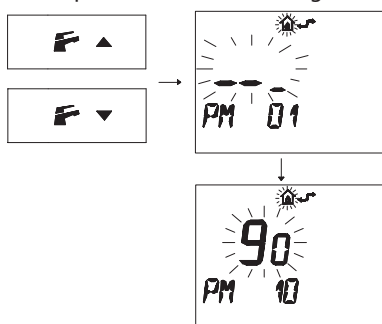

Figura 5.46
- Premere i pulsanti **F**▲ o **F**▼ per visualizzare la programmazione "**PM10**" selezione della frequenza di accensione (Figura 5.46).
Nella Figura 5.46 si visualizza un SET programmato di **90** corrispondente ad un tempo di riaccensione di 3 minuti circa.